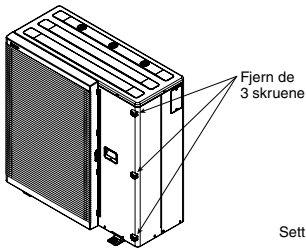

Fig. 6-1
1. Fjern de 3 skruene som er festet til kabinettets frontplate. (Fig. 6-1)